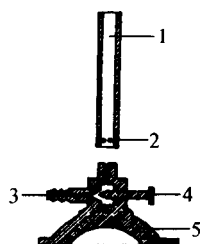

图 1-8 煤气灯构造
(3)煤气灯 煤气灯以可燃气为燃料，燃烧速度快，火焰温度高且稳定。煤气灯的构造如图 1-8，由灯管和灯座两部分组成。灯管下部有几个进入空气的圆孔并带有螺口，灯管和灯座以螺口相连，旋转灯管调节灯管的高低，可控制空气的进入量，直至完全关闭。